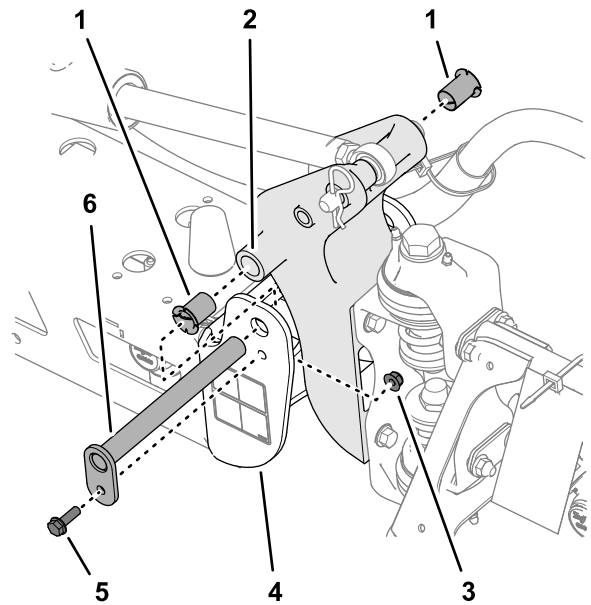

图 108
3. 卸下固定枢轴销的螺栓和螺母然后取下枢轴销图 108。
5. 从枢轴支架的前后侧拆下尼龙轴套并进行检查图 108。
6. 用少量机油润滑尼龙轴套然后将轴套装入枢轴支架内图 108。
7. 将枢轴支架内的孔与端部槽内的孔对齐图 108。